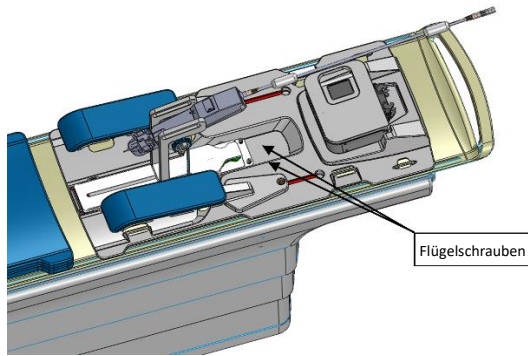
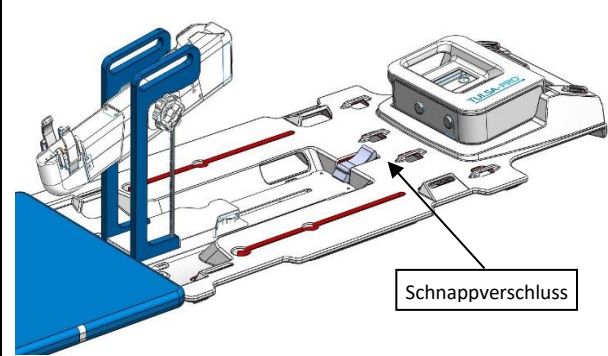

Abbildung 49: PS und PSIB auf der Basisplatte
Abbildung 50: PS und PSIB auf der Basisplatte mit Schnappverschluss
2. **MRT-MTRA:** Legen Sie Positionierungssystem (PS) und PSIB auf die Basisplatte, die sich am Fuß des MRT-Tischs befinden muss. Das PS muss sich zwischen den Beinen des Patienten befinden.
3. **MRT-MTRA:** Befestigen Sie das PS mit den mitgelieferten Flügelschrauben an der Basisplatte (*Abbildung 49*). Bei Basisplatten mit Schnappverschluss ist das PS mit dem Schnappverschluss zu fixieren (*Abbildung 50*).